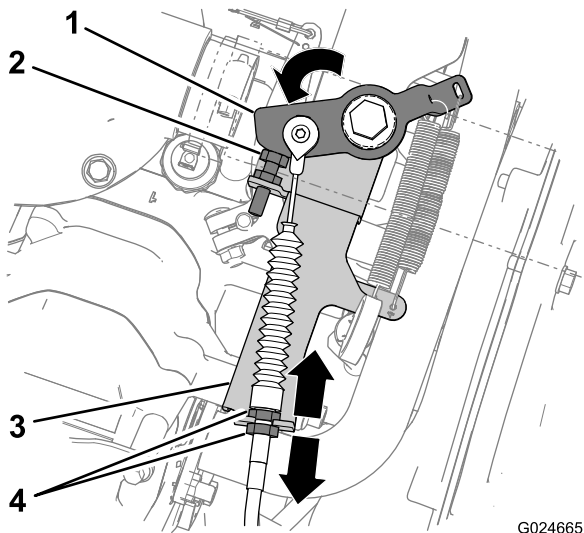

Figura 87
- Desaperte a porca de bloqueio interior do cabo do acelerador e aperte a porca de bloqueio exterior para diminuir a folga (Figura 87).
- Desaperte a porca de bloqueio exterior do cabo do acelerador e aperte a porca de bloqueio interior para aumentar a folga (Figura 87).
4. Certifique-se de que as porcas de bloqueio do cabo do acelerador estão bem apertadas (Figura 87).